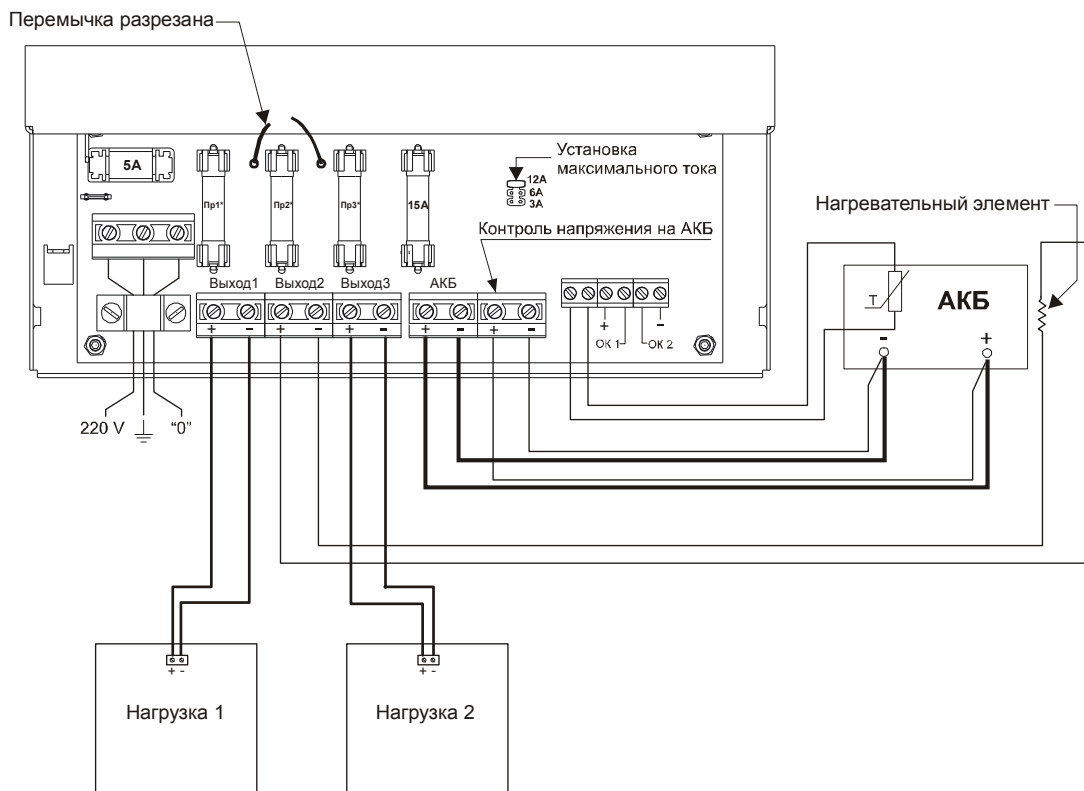

Рис.4
- Подключите, при необходимости, руководствуясь схемой подключения (рис.4), нагревательный элемент (не входит в комплект поставки) к контактам колодки «Выход 2», . Перережьте проводную перемычку поз.11 рис. 1. Оголенные концы провода изолируйте трубкой ПВХ Ø3.5 мм (входит в комплект поставки) или другим электроизолирующим материалом. Установите в держатель предохранителя по цепи «Выход 2» вставку плавкую 5А 250В (входит в комплект поставки). Закрепите нагрева-